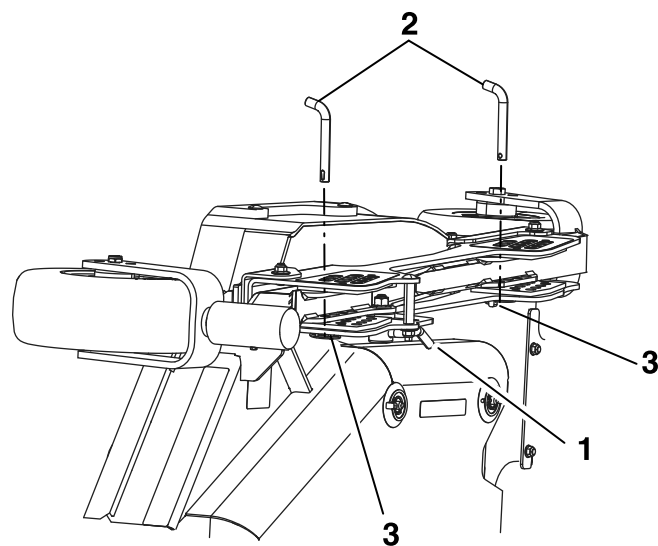

Figura 70
3. Abra los bloqueos de leva de las carcasas laterales derecha y izquierda (Figura 70).
4. Retire y guarde la trabilla de altura de corte de la carcasa lateral (Figura 70).